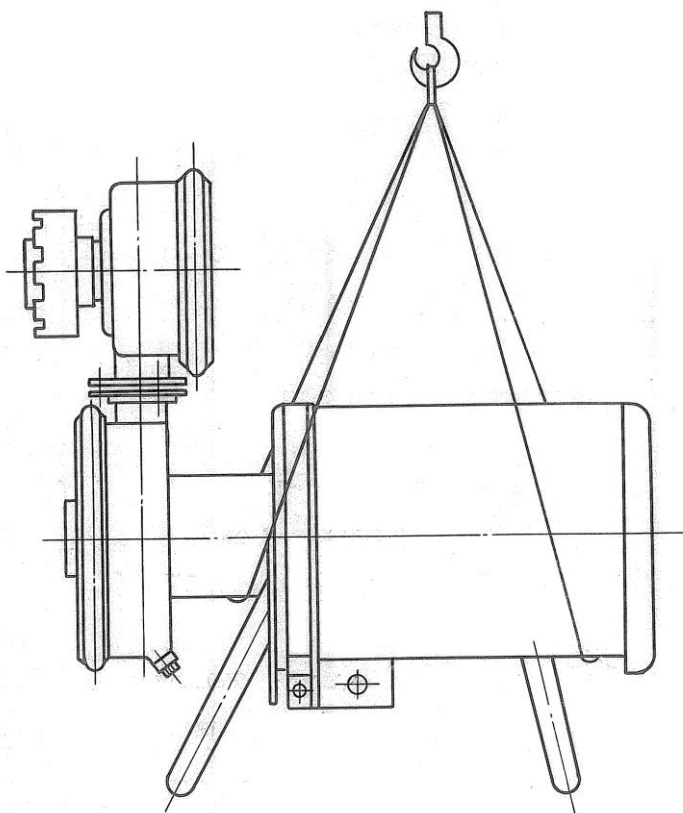

Рисунок 3 – Схема строповки электронасоса
2.1.3 Подъём и транспортировка насоса производится согласно схеме строповки (рисунок 3).